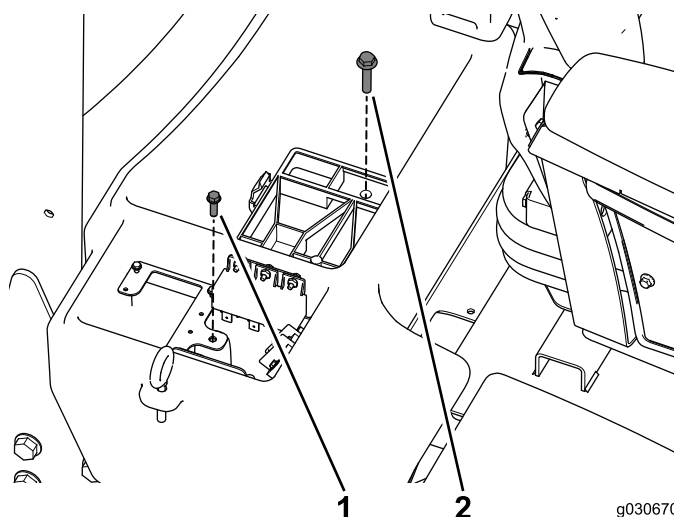

Figura 3
4. Retire el tornillo que sujeta la pletina del arnés de cables y el perno que sujeta el compartimento de la batería (Figura 3), y guárdelos.